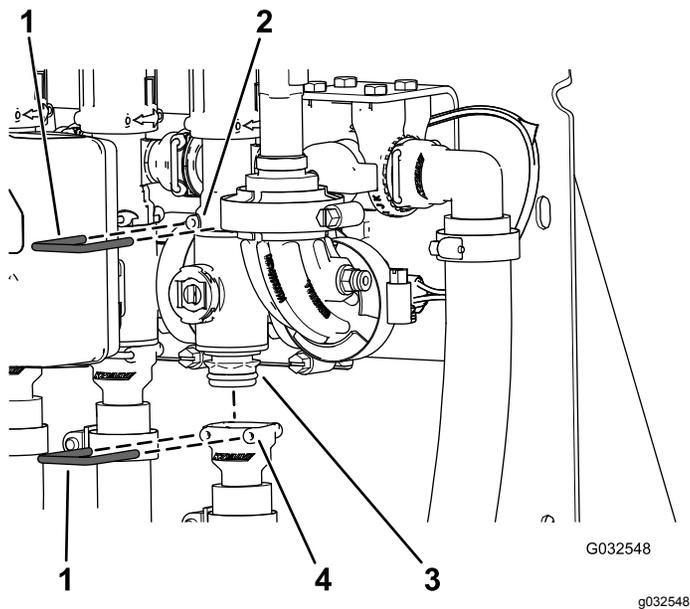

図 109
2. 個別boomバルブのマニホールドをバイパスフィッティングに固定しているリテーナを外す 図 109。